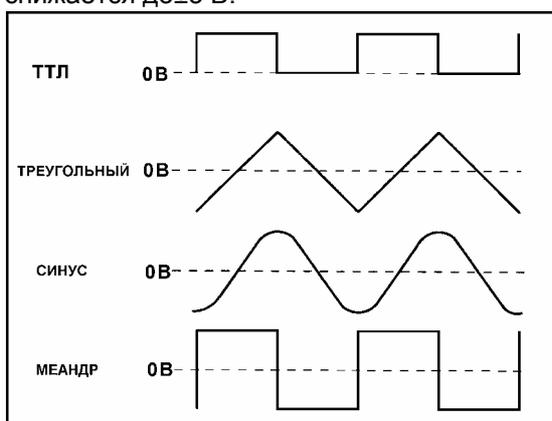

Рисунок 2-12. ФОРМА И ФАЗЫ ВЫХОДНОГО СИГНАЛА
1. Выберите требуемую форму и диапазон частоты выходного сигнала при помощи переключателей FUNCTION (34) и RANGE (21), затем установите требуемое значение частоты регулятором FREQUENCY (24). На выходе TTL OUTPUT (импеданс 50 Ом) будет присутствовать сигнал TTL уровня с установленной частотой. Регулятор FREQUENCY (24) позволяет изменять частоту выходного сигнала генератора в пределах от 0,1 до 1 значения установленного переключателем RANGE. Поскольку регулятор частоты имеет нелинейность около $\pm 20\%$, то для контроля установки частоты рекомендуется использовать внешний частотомер или непосредственно сам осциллограф.
2. Выбор требуемой формы сигнала генератора осуществляется переключателем FUNCTION (34). Фазовое соотношение выходного сигнала показано на рис. 2-12.
3. Регулировка амплитуды выходного сигнала осуществляется регулятором AMPLITUDE (33). Регулятор AMPLITUDE не оказывает влияния на амплитуду сигнала на выходе TTL OUTPUT.
4. Генератор имеет возможность наложения на выходной сигнал регулируемого постоянного смещения, изменение которого осуществляется регулятором DC OFFSET (32). Постоянное смещение устанавливается независимо от регулятора AMPLITUDE (33) и не влияет на сигнал на выходе TTL OUTPUT. Диапазон регулировки постоянного смещения показан в таблице ниже: